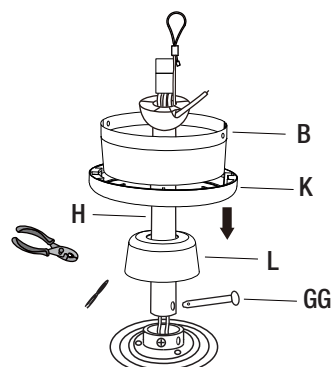

Figure 5
- Retirez la goupille fendue et le pivot (GG) du sac de pièces détachées et mettez-les de côté pour une restauration ultérieure.
- Placez l'ensemble de la tige descendante (H) à travers la voûte du plafond (B), l'anneau de la voûte (K) et le couvercle du crochet (L). (Figure 5).
- Faites passer avec précaution les fils du ventilateur et le câble de sécurité dans l'ensemble de la tige descendante (H).